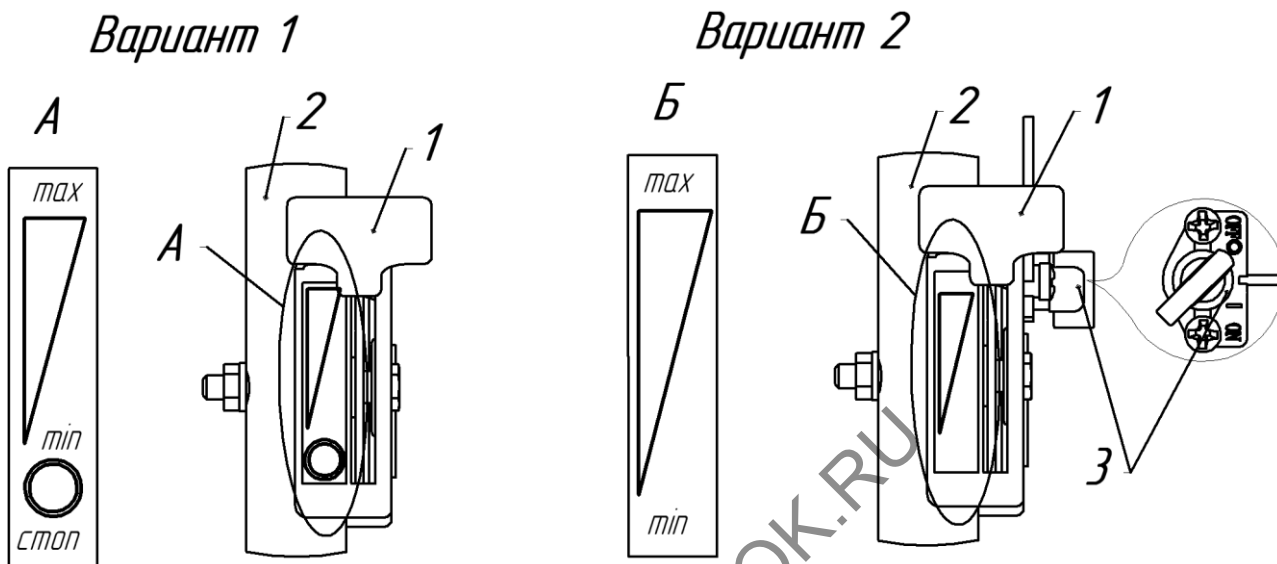

Рис.4 Дистанционное управление двигателем.
32. В аварийных ситуациях остановите двигатель при помощи аварийного останова на двигателе или на рычаге газа (рис.4, 7).
Отпустите рукоятку включения сцепления. Переведите ручку управления газом на руле в положение "СТОП" (OFF) (рис.4, 7):